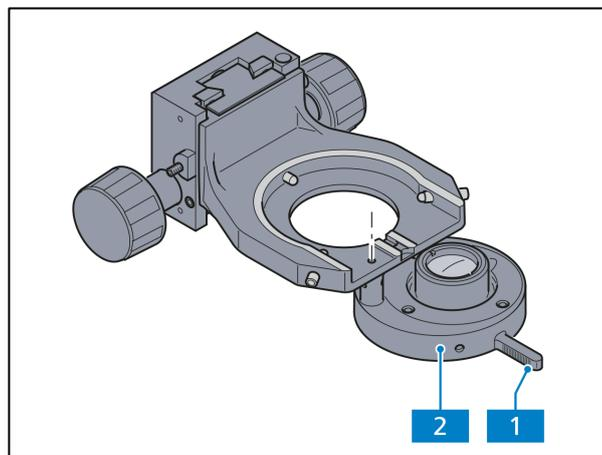

Abb. 2-20 Übersichtseinrichtung
- Übersichtseinrichtung (Abb. 2-20/2) mit Hilfe des Griffes (Abb. 2-20/1) in den Strahlengang ein- oder ausschwenken. Darauf achten, dass die Übersichtseinrichtung beim Einschwenken richtig einrastet.